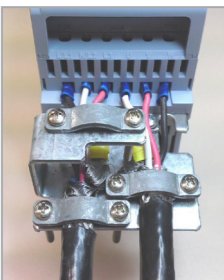

Figura 5: Detalle de la conexión del blindaje de los cables de la red de alimentación y del motor con accesorio CFW500-KPCSA
- El accesorio "Kit de blindaje de los cables de potencia y control CFW500-KPCSx" (consulte el Capítulo 12 ACCESORIOS), puede ser montado en la parte inferior del gabinete. La Figura 5 muestra un ejemplo con detalles de la conexión del blindaje de los cables de la red de alimentación y del motor con el accesorio CFW500-KPCSA. Además de eso, este accesorio simplifica la conexión del blindaje de los cables de control.